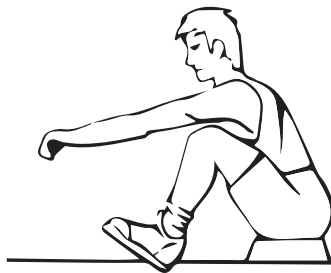

Fig. 7
- Con la espalda recta y los brazos extendidos, doble las piernas hasta alcanzar el manillar (fig. 7.).